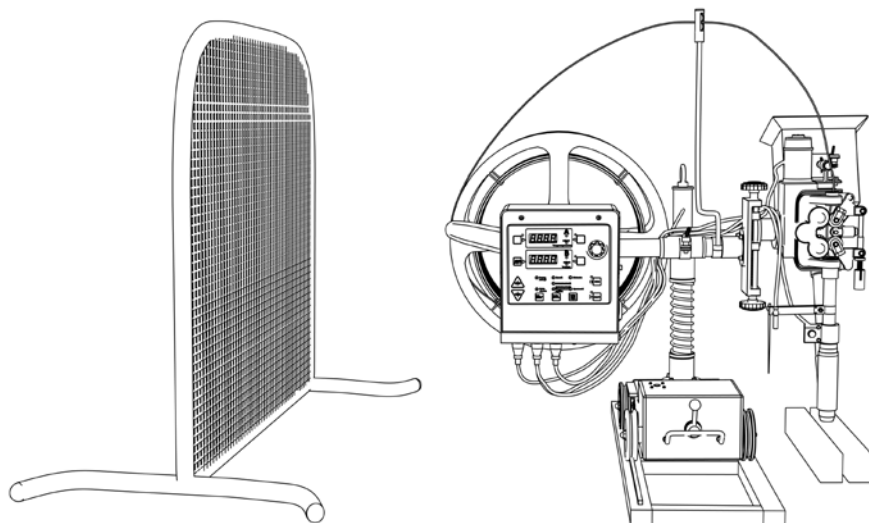

Рис. 8.12. Установка защитных экранов.
- При сварке на открытом воздухе защищайте сварочный трактор от порывистого ветра (См. рис. 8.12).